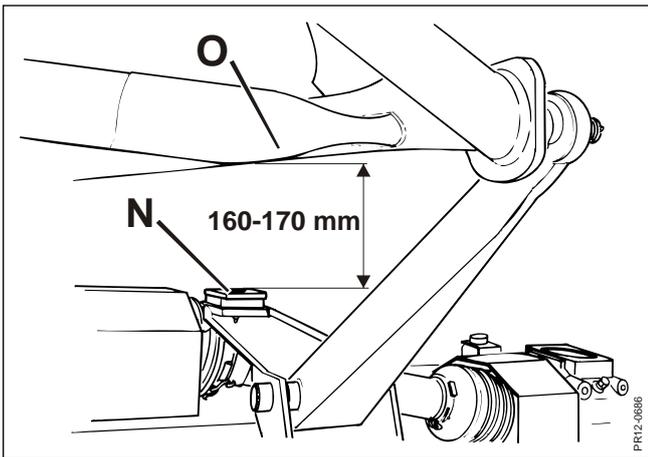

Fig. 2-7
**Fig. 2-7** Sie sollten kontrollieren, daß die Freihöhe zwischen Stopp **N** (auf dem Gestell) und Toprahmen **O** in dem Bereich 160 bis 170 mm liegt. Diese Freihöhe wird von der Fabrik empfohlen, und sie ist notwendig, damit die Maschine den Boden korrekt während der Arbeit folgen kann, und damit ein perfektes Arbeitsergebnis erzielen kann.